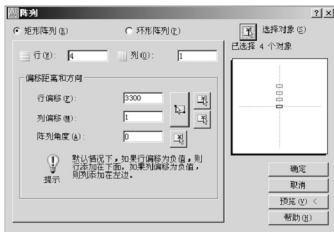

图 4.6 【阵列】对话框
(4) 使用【阵列】命令生成 2、3、4 层的窗台线和窗楣线。
① 单击【修改】工具栏上的【阵列】图标，打开【阵列】对话框其参数设置如图 4.6 所示。